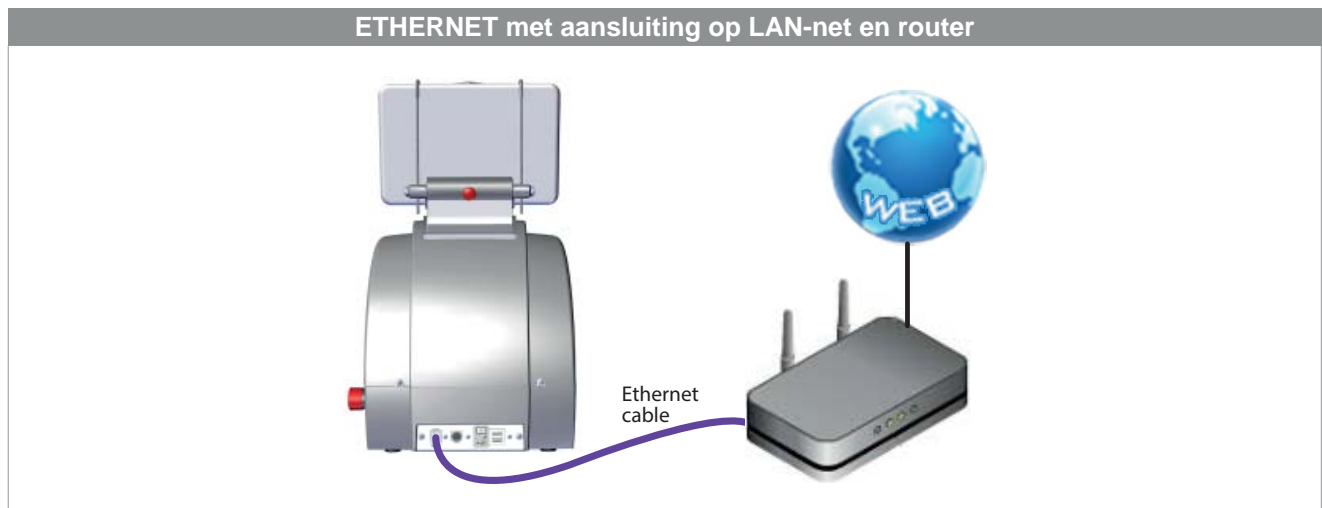

Fig. 4
- Sluit een ethernetkabel aan op het eigen LAN-net van de machine (Fig. 4).